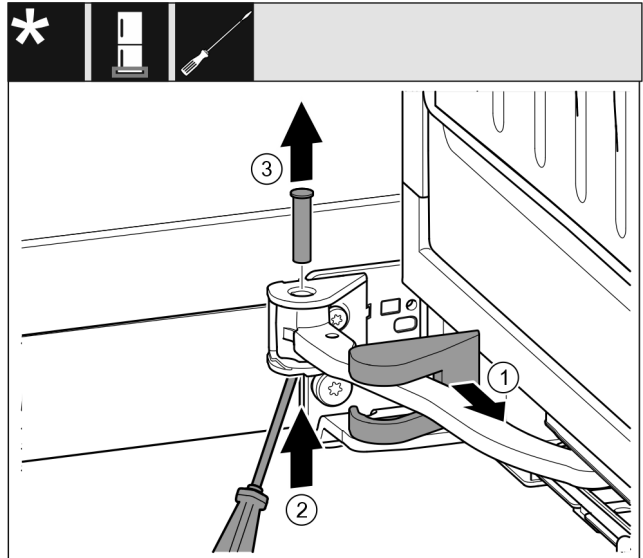

Fig. 15
- ▶ Dra av lagerbocksskyddet och skjut det längs den ledade armen. Fig. 15 (1)
- ▶ Lyft upp bulten med fingrarna eller tryck upp den med en skruvmejsel. Fig. 15 (2)
- ▶ Sätt skruvmejseln under bultskallen och dra ut bulten. Fig. 15 (3)